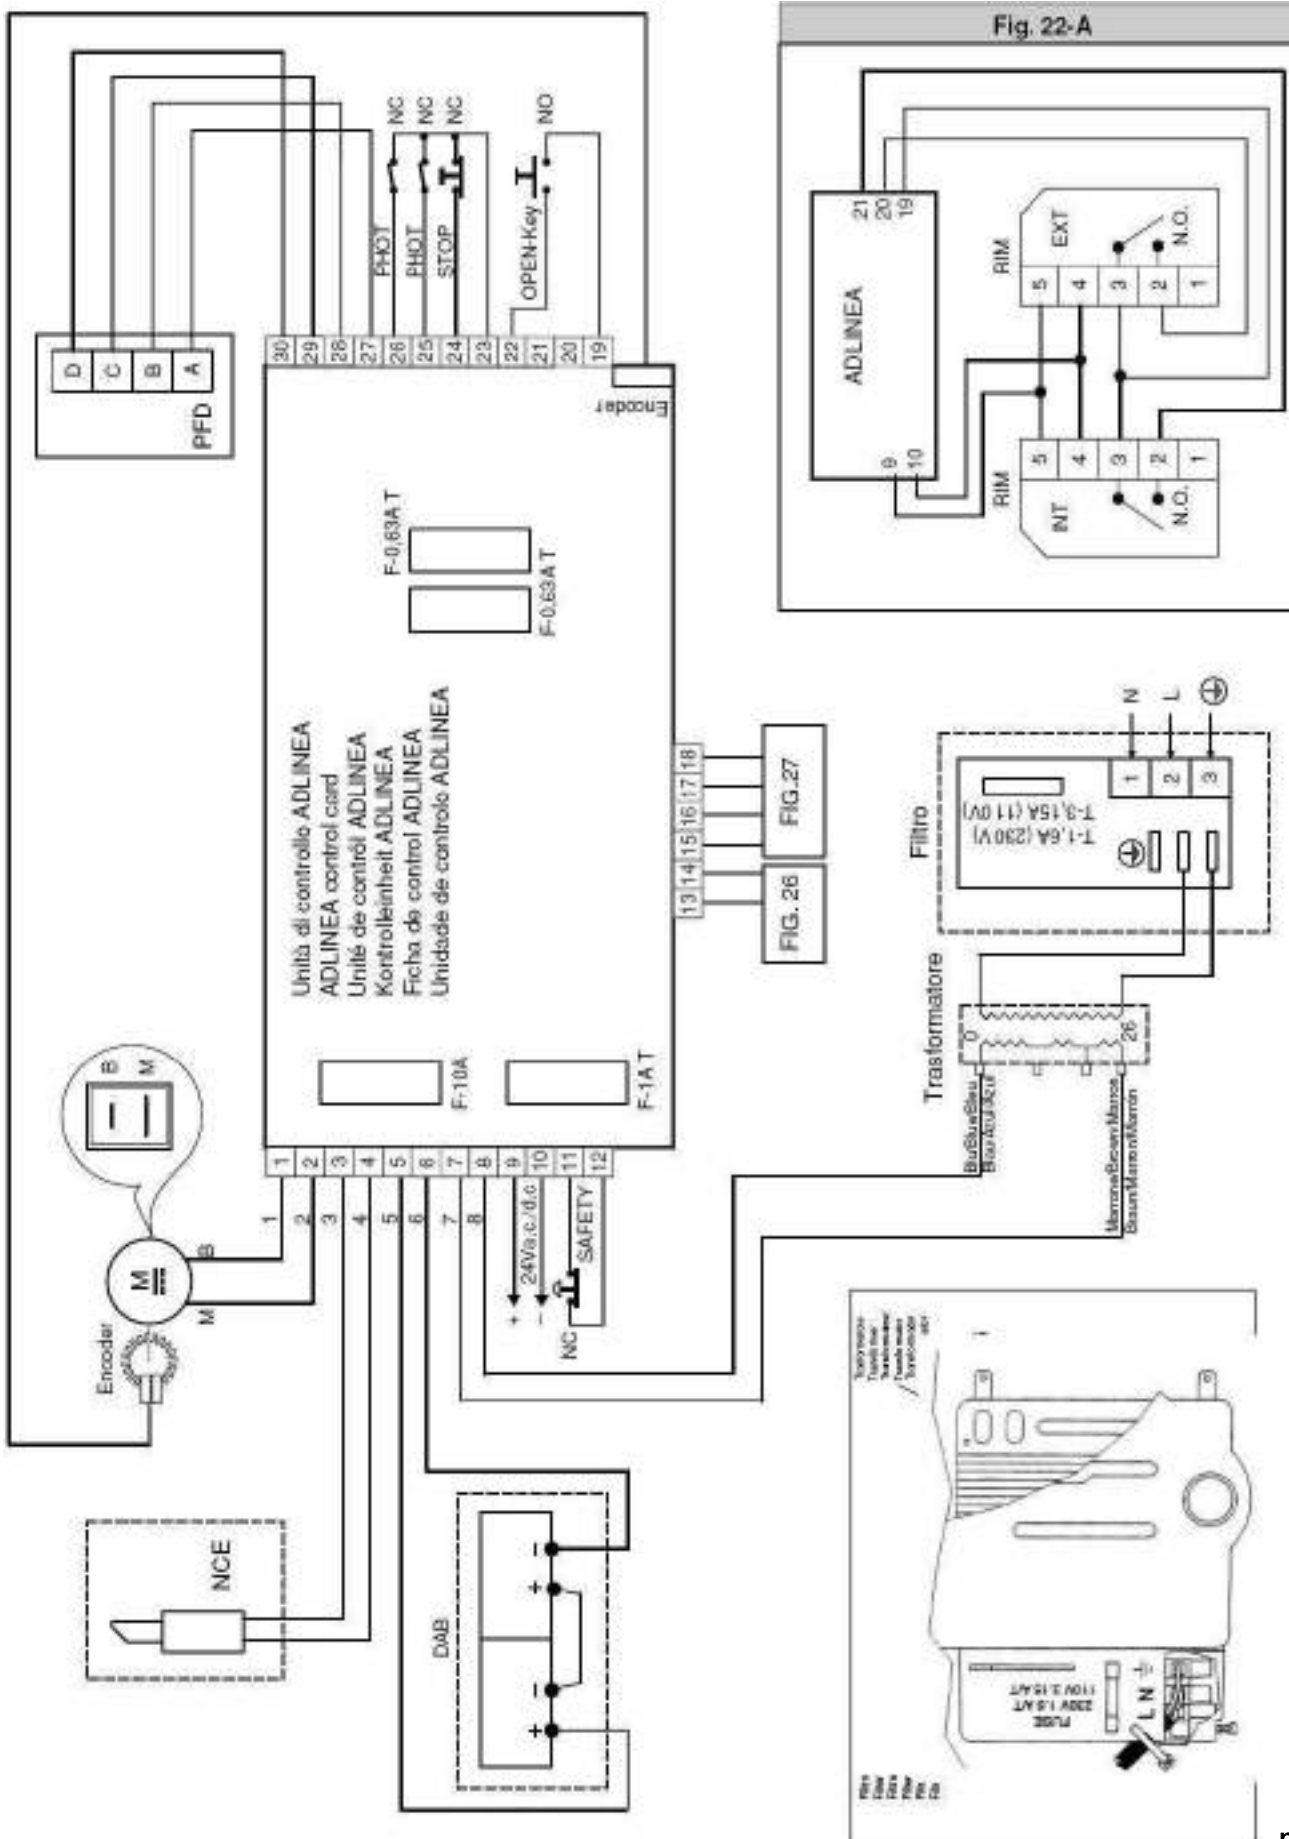

рис. 22
Подключение питания производить, как показано на рис. 22.
14. Клеймы блока управления ADLINEA (рис. 22)